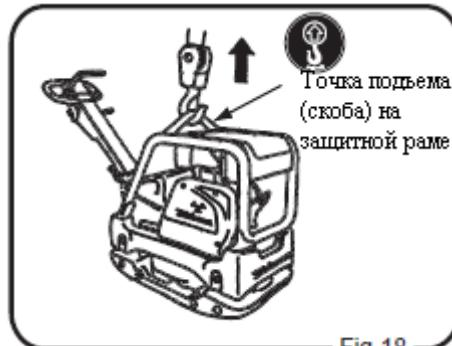

Fig.18
3. Зашептите крюк подъемного крана за предназначенную для подъема точку на защитной раме (рис. 18).